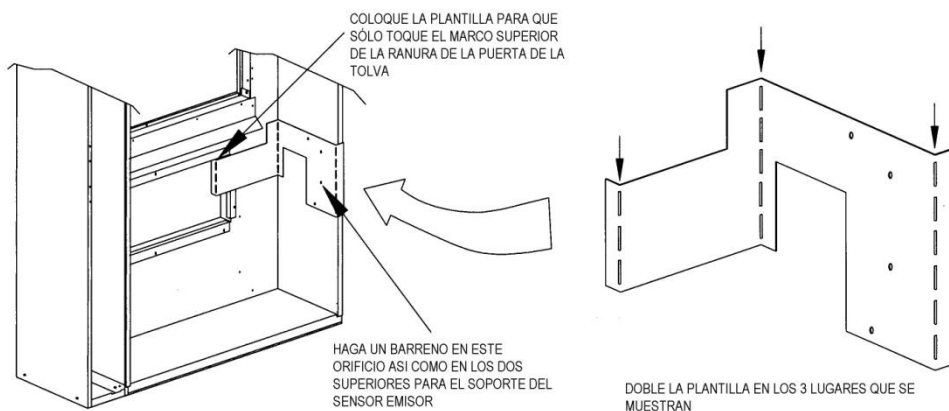

Figura 5 POSICION DE LA PLANTILLA PARA LOS BARRENOS DEL SOPORTE DEL SENSOR SECUNDARIO
23. Para el Soporte del Sensor Secundario en el lado de la cerradura, desdoble la plantilla y dóblela en forma inversa, colóquela como se muestra en la Figura 5 sobre el interior de la puerta. Cinta tipo 'masking' puede ser de ayuda para mantener a la plantilla en su lugar. Utilizando una broca de 1/8", haga barrenos con la plantilla en el interior de la puerta sobre el orificio central y los dos superiores. Sólo barrene 1/2" de profundidad. Retire la plantilla.